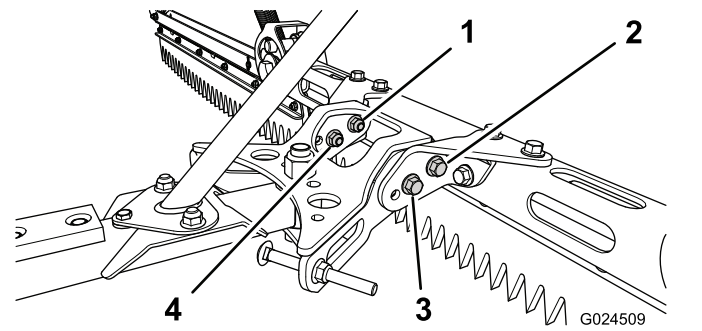

Figura 24
1. Retire os parafusos e porcas **frontais** que fixam o conjunto do ancinho ao suporte (Figura 24).